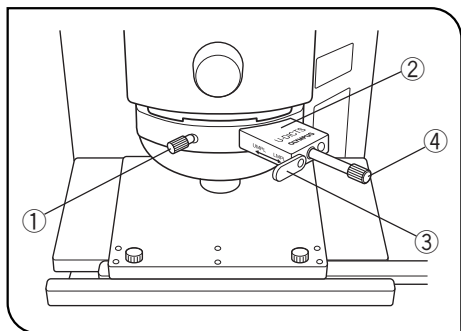

図 13
2 微分干渉スライダのセット (図 13)
(図 13)
- 1) 下記の要領で微分干渉スライダのプリズム移動つまみ④を回して背景色コントラストの調整をします。(図13)
- 1) 下記の要領で微分干渉スライドのプリズム移動つまみ④を回して背景色コントラストの調整をします。(図13)